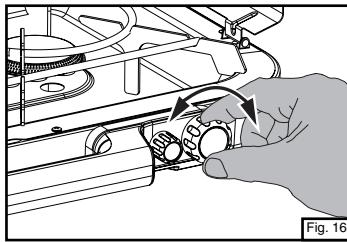

Fig. 16
- Ajuste la llama con la válvula del quemador. (Fig. 16) La llama debería ser azul con un poco de amarillo en las puntas.